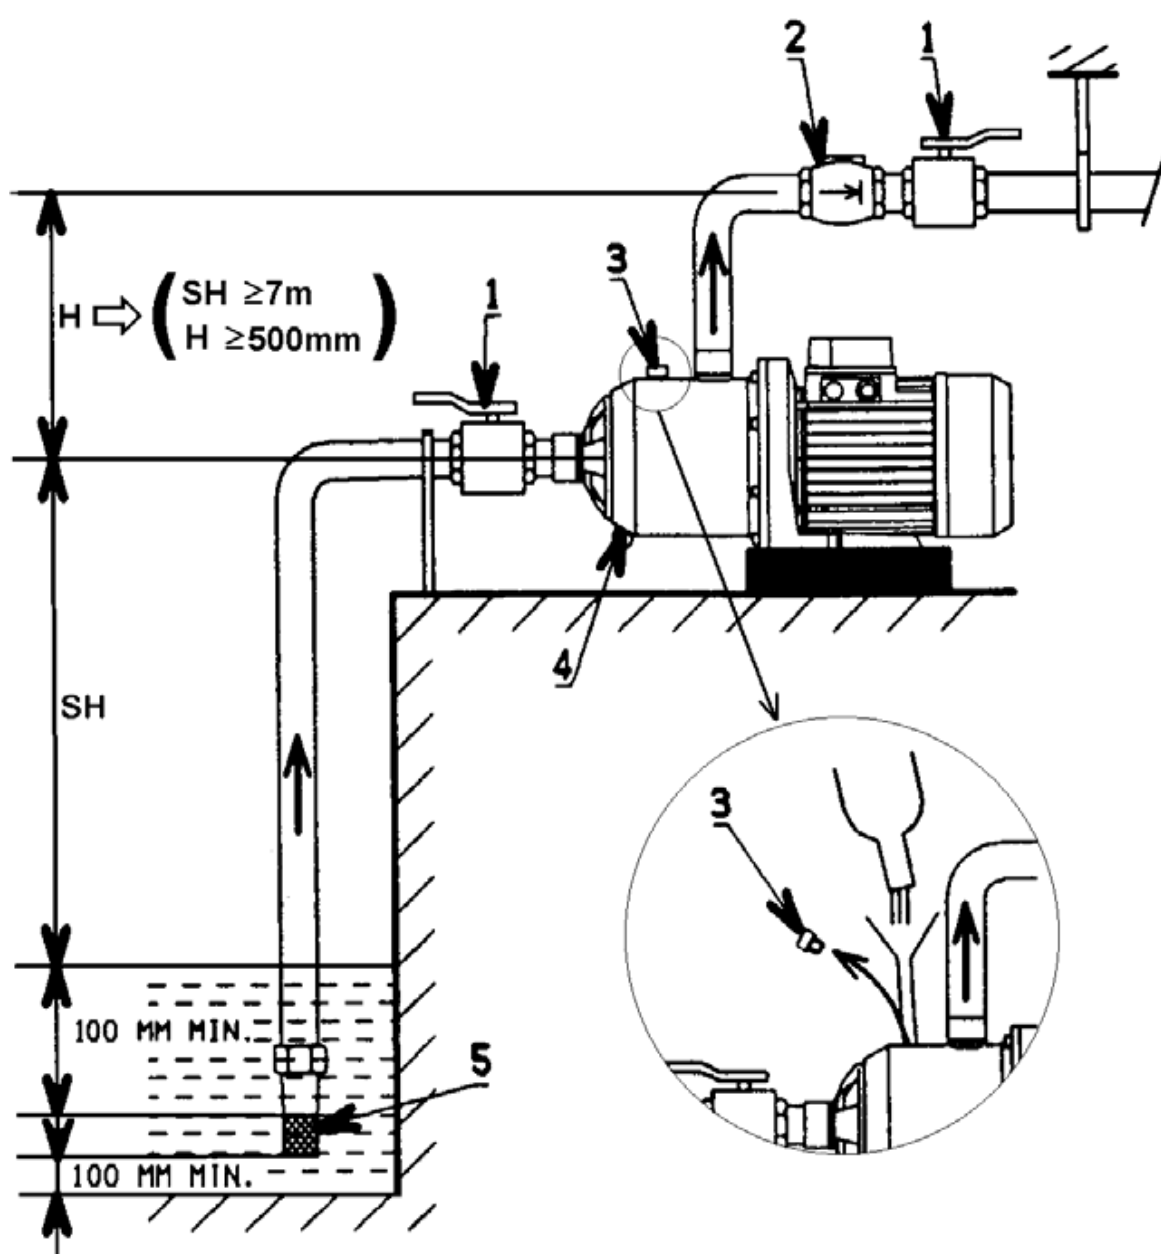

Рис. 3
- ◆ Диаметр всасывающего трубопровода/шланга должен быть не меньше номинального диаметра всасывающего патрубка насоса. Для насосов серии 6 м³/ч и с всасывающей высотой (SH) более 6 м минимальный внутренний диаметр всасывающего трубопровода равен 28 мм. Всасывающий трубопровод должен быть абсолютно герметичным.
- ◆ При высоте всасывания (SH) $\geq$ 7 м необходимо иметь вертикальный участок напорного трубопровода высотой не менее 500 мм (рис. 3)
Пуск насоса в режиме всасывания (рис. 3)